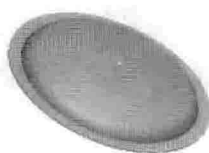
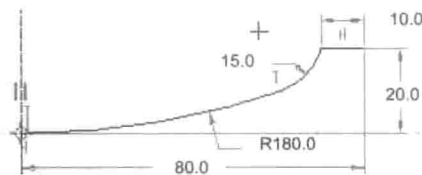

图 1.9 旋转特征 1
图 1.10 截面草图
(1) 选择下拉菜单 **文件** → **新建** 命令。
(2) 系统弹出“新建”对话框，在 **类型** 选项组中选中 ☒ **零件** 单选项，在 **子类型** 选项组中选中 ☒ **钣金件** 单选项，在 **名称** 文本框中输入文件名称 INSTANCE_CUP_COVER；取消选中 ☐ **使用默认模板** 复选框，单击“新建”对话框中的 **确定** 按钮。
(3) 在系统弹出的“新文件选项”对话框的 **模板** 选项组中选择 **mmns_part_sheetmetal** 模板，单击 **确定** 按钮，系统进入钣金环境。
Step2. 创建图 1.9 所示的旋转特征 1。
(1) 选择 **模型** 功能选项卡 **形状** 节点下的 **旋转** 命令，系统弹出“旋转”操控板。
(2) 绘制截面草图。在图形区右击，从系统弹出的快捷菜单中选择 **定义内部草绘...** 命令；选取 FRONT 基准面为草绘平面，接受系统默认的参考平面和方向；单击 **草绘** 按钮，绘制图 1.10 所示的旋转中心线和截面草图。